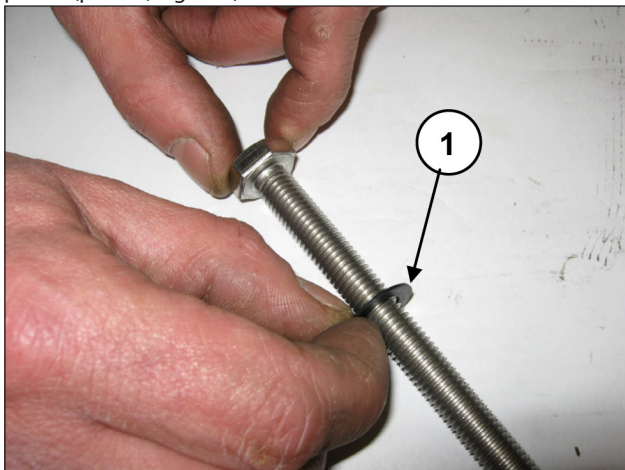

Fig. 156
Introducir la arandela $\varnothing 10 \times 18 \times 0.9$ en el tornillo de fijación del pistón (pos. ①, Fig. 156).